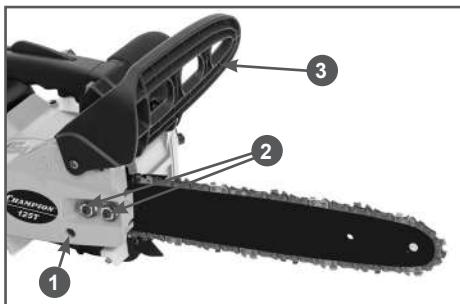

Рис. 2 Снятие крышки шины
- Перед установкой шины и цепи убедитесь в том, что тормоз цепи находится в расторможенном положении. Для этого рукоятку тормоза (3) Рис. 2 потяните на себя до щелчка.
- Открутите гайки крепления крышки шины (2) и снимите крышку шины.